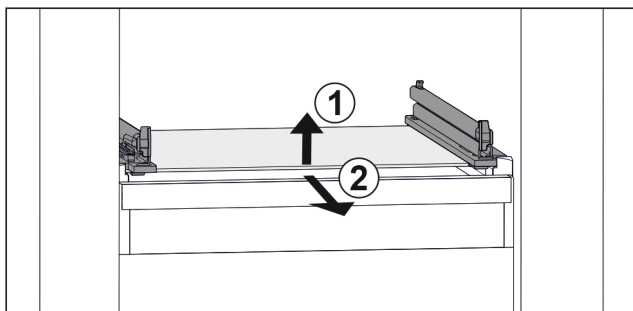

Fig. 51 Příklad znázornění skleněné desky
- ▶ Nadzvedněte skleněnou desku vpředu. Fig. 51 (1)
- ▶ Vyjměte skleněnou desku dopředu. Fig. 51 (2)